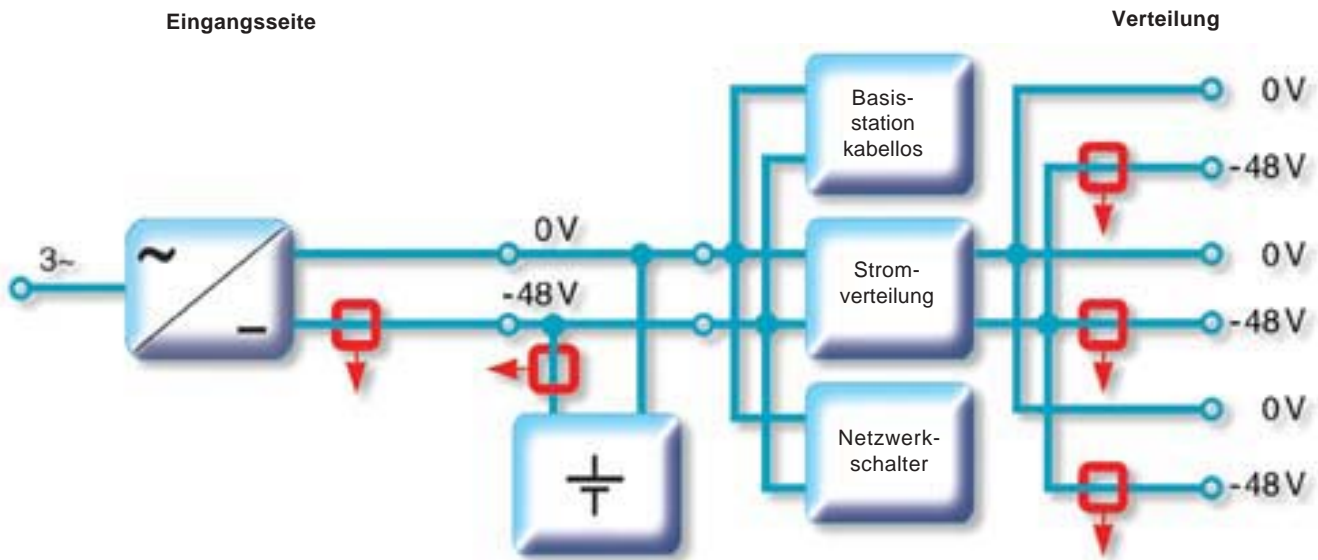

Bild 12 Strommessungen in TeleKom-Basis-Versorgungseinrichtungen.
- Oder mit einem Gleichrichter, wobei der mit den Wandlern zu prüfende Strom größer ist und 200 bis 1000 A betragen kann: (Bild 12)
- Die zweite Möglichkeit ist die Messung des Batteriestromes zur Stützung des Gleichspannungszwischenkreises. Der Strom (von 200 bis 1000 A) zum Laden und Entladen der Batterien wird derzeit mit Shunts überwacht. Der Trend geht zum Ersetzen dieser Shunts durch Stromwandler, wegen der Einfügungsverluste. Der nötige Wandlertyp muss einen geteilten Kern haben, zwecks bequemen und schnellen Einbaus. Dies ist eine Batterie-Überwachungs-Anwendung (Bild 12).